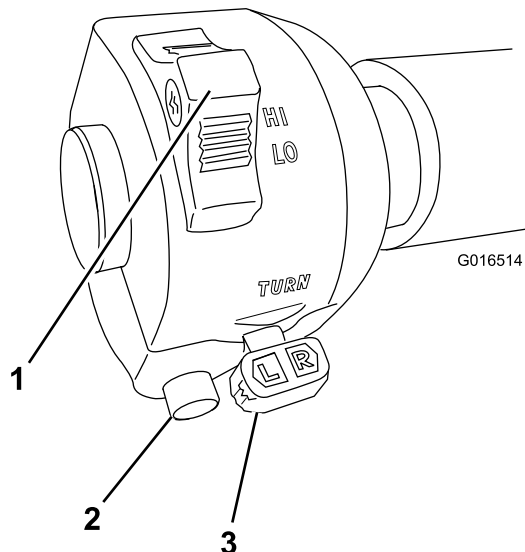

Figura 21
- L'**interruttore degli indicatori di direzione** aziona gli indicatori di direzione di destra e di sinistra. Funziona unicamente se l'interruttore di accensione della macchina è in posizione On (Figura 21).
- L'interruttore dei fari e degli anabbaglianti aziona i fanali unicamente quando l'interruttore di accensione della macchina è in posizione ON (Figura 21).